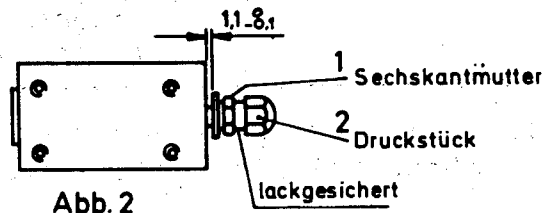

Abb. 2
4.1.2. Magnet 10-262-3039-7 (Abb. 2)